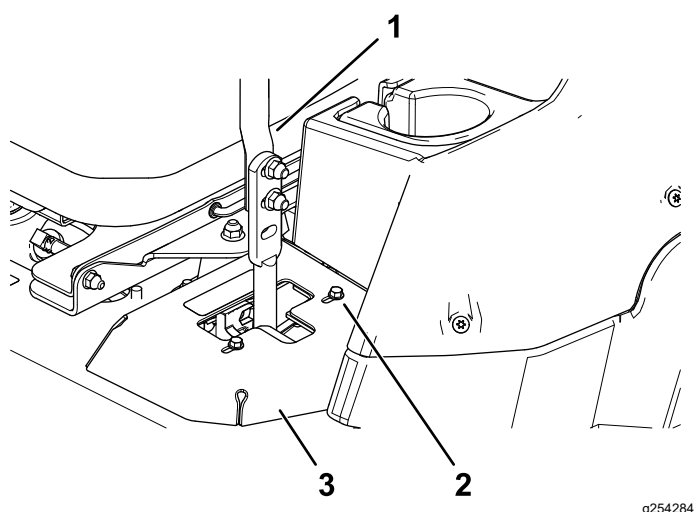

Figure 49
- Si elle se déporte à droite, desserrez les boulons et déplacez la plaque de butée gauche en arrière sur la fente en T gauche, jusqu'à ce que la machine se déplace en ligne droite (Figure 49).
- Si elle se déporte à gauche, desserrez les boulons et déplacez la plaque de butée droite en arrière sur la fente en T droite, jusqu'à ce que la machine se déplace en ligne droite (Figure 49).
6. Serrez les boulons de la plaque (Figure 49).